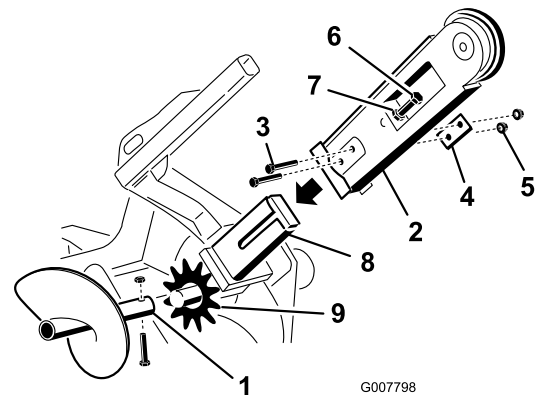

Figura 3
2. Retire el perno y la tuerca que sujetan el sinfín y retire el sinfín (Figura 3). Guarde el perno y la tuerca para su uso en el futuro.
3. Retire los 2 pernos, las tuercas y las arandelas dobles de los lados de la espada (Figura 3).
4. Afloje el perno de ajuste y la contratuerca (Figura 3).